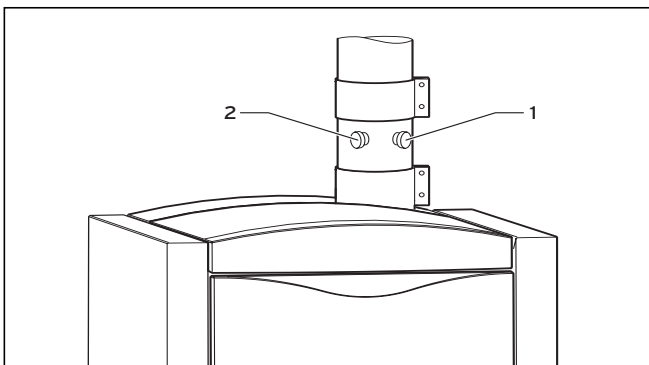

Fig. 7.3 Kontrolåbninger
- Aktivér skorstensfejerdriften ved at trykke samtidig på tasterne "-" (3) og "+" (4) i DIA-systemet.
- Skru slutmufferne af kontrolåbningerne (1) og (2) (se Fig. 7.3).
- Foretag målinger i røggassystemet på prøvestudsene (1) (indstiksdybde: 110 mm). Målinger i luftsyste- met kan foretages på prøvestudsene (2) (se Fig. 7.3) (indstiksdybde: 65 mm).
- ved at trykke på tasterne "-" (3) og "+" (4) på samme tid eller
- Skru slutmufferne på kontrolåbningerne igen (1) og (2) (se Fig. 7.3).